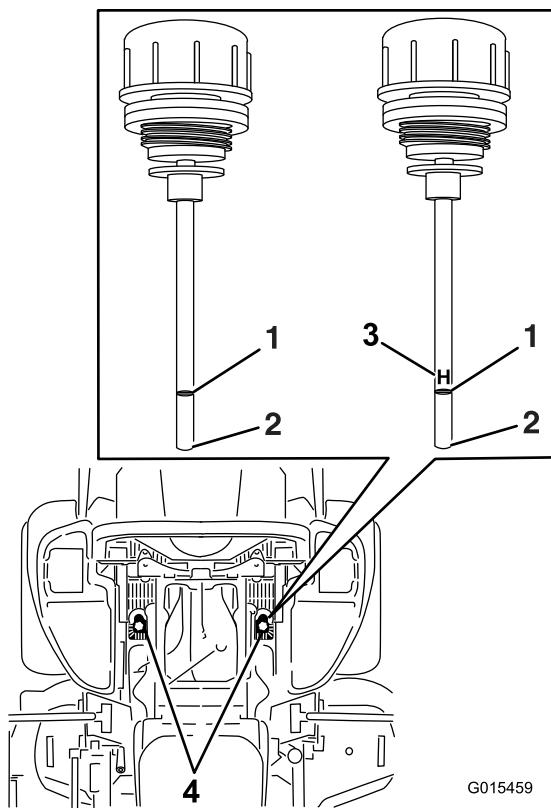

Figure 101
5. Nettoyez la surface autour des jauge des réservoirs du système hydraulique (Figure 101).
6. Sortez une jauge du réservoir hydraulique (Figure 101).
8. Ressortez la jauge et examinez l'extrémité (Figure 101).